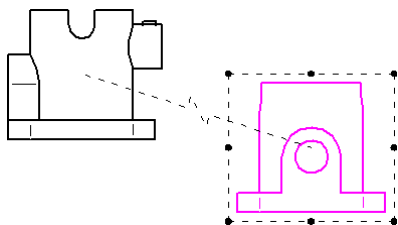

图 4.3.11 移动视图
Step3. 恢复对齐。用鼠标指针拖动该视图的边界框线，此时该视图位置发生改变，如图 4.3.11 所示；再次选择 保持对齐 命令，视图显示恢复为 4.3.9 所示的位置。